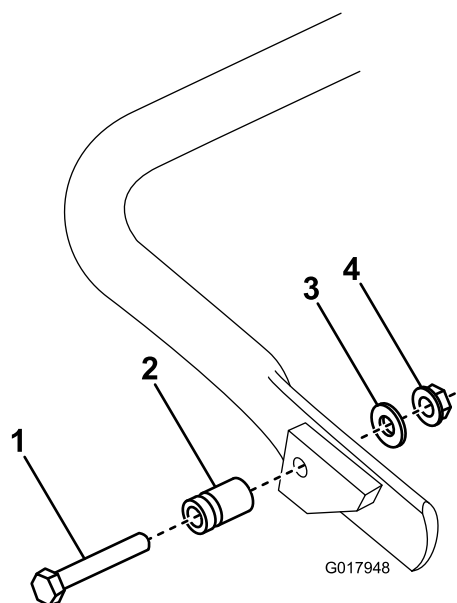

Рисунок 7
1. **На модели 04056** подсоедините пружинодержатель к правой стороне откидной опоры (Рисунок 7), используя входящие в комплект болт, шайбу и фланцевую гайку.